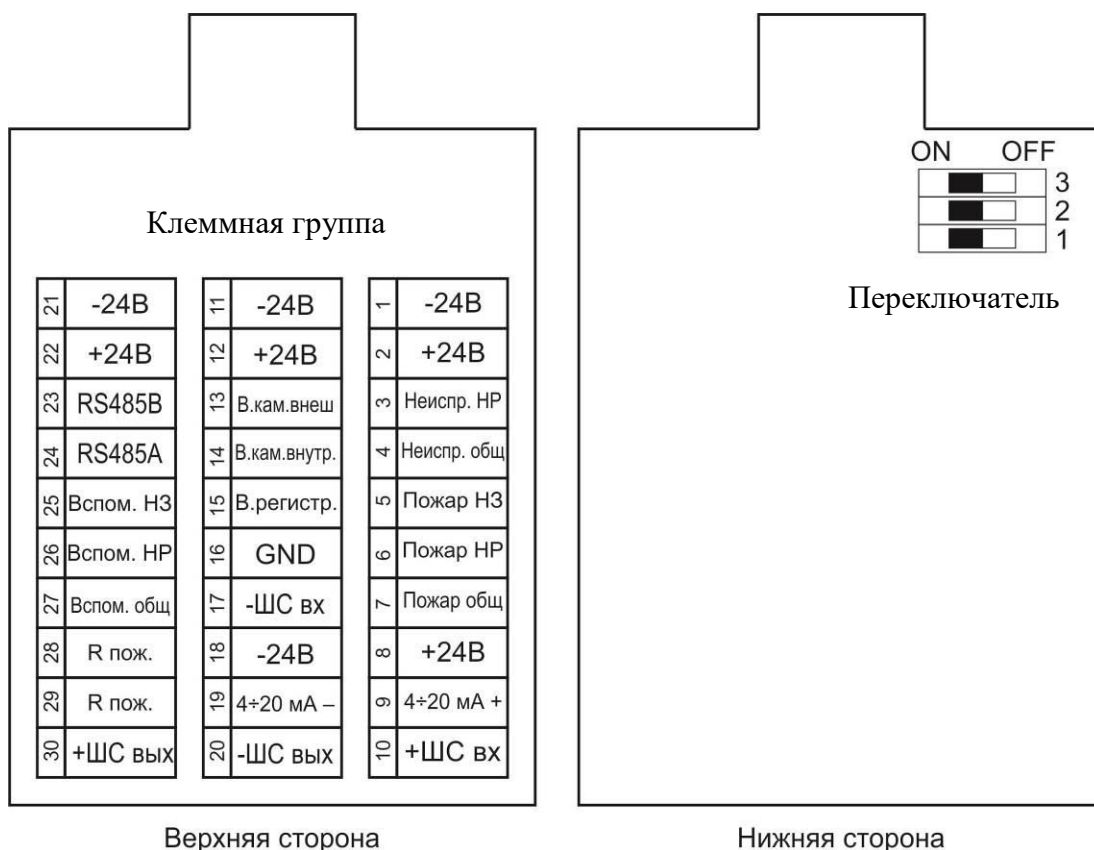

Рисунок 8 – Клеммная плата извещателя
*При подключении извещателя по интерфейсу RS485, необходимо только в первом последнем извещателе перевести переключатель №1 в положение «ON», (рис. 8).*
При использовании видеомодуля извещателя, переключатели № 2-3 должны быть переведены в положение «OFF», (рис. 8).